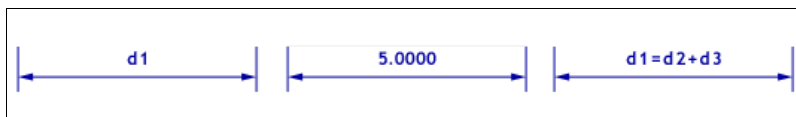
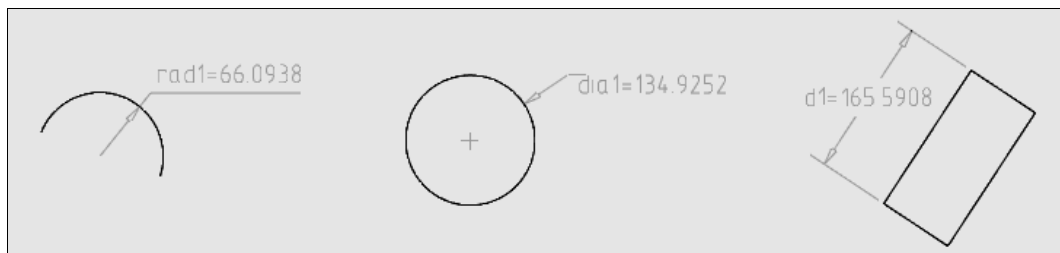

Рис. 11.10. Форматы размерных зависимостей
Рис. 11.11. Размерные зависимости
- ◆ **Имя** — отображать только имя параметра размера (рис. 11.10, слева).
- ◆ **Значение** — отображать только величину размера (рис. 11.10, в центре).
- ◆ **Имя и выражение** — отображать как имя параметра, так и формулу вычисления размера (рис. 11.10, справа).
Построение размерных зависимостей выполняется так же, как построение обычных размеров. Но размерные зависимости оформляются серым цветом и вместо размерного текста пишется текст размерной зависимости согласно выбранному формату (см. рис. 11.10). Примеры результатов построения показаны на рис. 11.11.